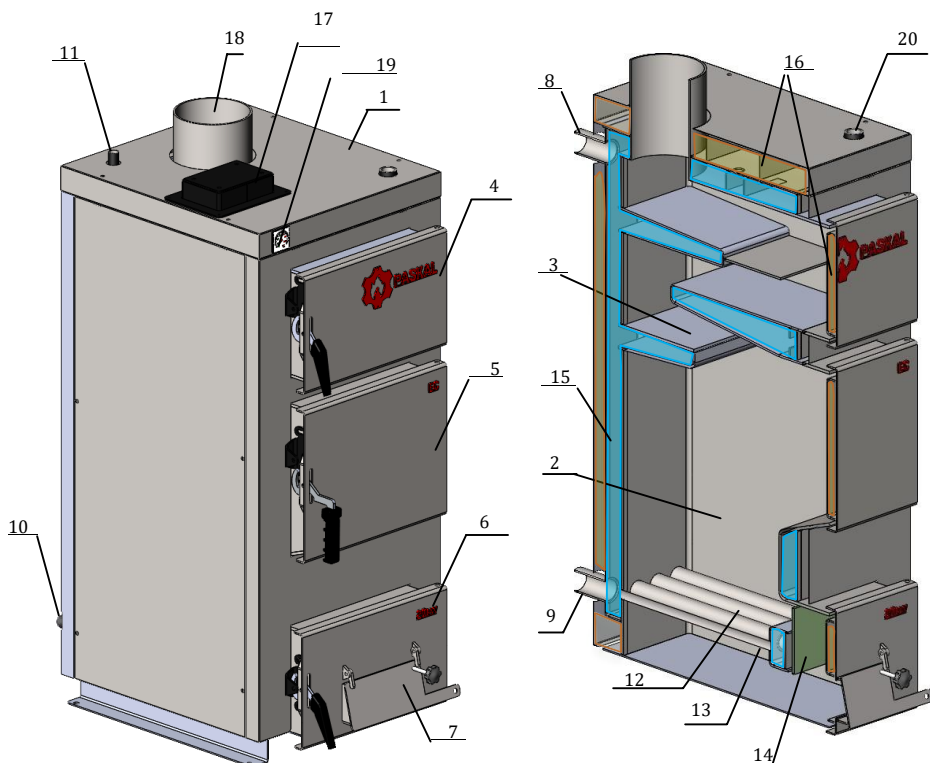

Рисунок 2 – Зовнішній вигляд та основні елементи котла ЕС (ECO)
Конструктивно котел являє собою збірно-зварену конструкцію, що складається з корпусу (поз. 1, рис. 2) з камерою згоряння (топкою) (поз. 2, рис. 2). Конвекційна частина котла складається з трьохходового теплообмінника (поз. 3, рис. 2), який розташований безпосередньо над топкою.
Корпус котла виконаний в формі паралелепіпеду з подвійними стінками, які розділені водними перегородками (поз. 15, рис. 2). На зовнішній поверхні корпусу під декоративною обшивкою та всередині двірцят закріплена теплова ізоляція. (поз. 16, рис. 2). Теплоізоляція в двірцятах виконана з керамоволокна, що використовується при футеруванні промислових термічних печей та має дуже низький показник теплопровідності.
Паливо для процесу спалення завантажується на колосникові грати (поз. 12, рис. 2) крізь завантажувальні двірцята (поз. 5, рис. 2). Згоряння палива в топці відбувається за участю повітря, яке постачається крізь вікно клапана подачі повітря (поз. 7, рис. 2), що закривається кришкою, під колосникові грати. Кількість повітря, необхідного для процесу згоряння, регулюється за допомогою механічного регулятора (не входить в комплект поставки). Також можливо під'єднання вентилятора до фланця (поз. 17, рис. 2). У такому випадку подача повітря для горіння буде відбуватись через внутрішні канали до повітряних форсунок, розташованих під колосниками (поз. 13, рис. 2)
Підведення і відведення теплоносія здійснюється відповідно через патрубки зворотної мережної води (поз. 9, рис. 2) і прямої мережної води (поз. 8, рис. 2).
Топочні гази виходять у димохід крізь боров (поз. 18, рис. 2), розташований у верхній частині котла.
У верхній частині корпусу котла розташований штуцер для встановлення запобіжного клапана котла (поз. 11, рис. 2). Запобіжний клапан не входить у комплект поставки.
Ревізійний двірцята (поз. 6, рис. 2), що розташовані на передній стінці котла, необхідні для періодичного чищення колосникових грат, а також для можливості спорожнення підколосникової зони.
Для можливості періодичного обслуговування (чищення) теплообмінника передбачені двірцята поз. 4 (рис. 2).
Приєднання котла до опалювальної системи необхідно здійснювати за допомогою фланців. Трубопровід прямої мережної води потрібно приєднати до патрубку прямої мережної води (поз. 8, рис. 2). Трубопровід зворотної мережної води потрібно приєднати до патрубку зворотної мережної води (поз. 9, рис. 2).
8.6.1 Провести завантажування палива в топку котла. Для цього відкрити завантажувальні дверцята (поз. 5, рис. 2) та укласти на колосникові ґрати (поз. 12, рис. 2) шар палива до меж нижньої кромки завантажувальних дверцят. На укладений шар палива розмістити розпалювальний матеріал: папір, тріски, дрова (у переліченій послідовності).
Для забезпечення герметичності дверцят поз. 4-7 (рис. 2) необхідно кожні два тижні змащувати ущільнюючі шнури дверцят графітним мастилом.
Перед повторним завантаження палива необхідно відкрити ревізійні дверцята поз. 6 (рис. 2), відкрити відбивач поз 16 (рис.2), та провести чистку колосникових ґрат за допомогою скребка. Закрити відбивач та дверцята поз. 6 (рис. 2). Потім відкрити завантажувальні дверцята та завантажити необхідну кількість палива. Повторити процедуру розпалювання (див. п. 8.6).
Конвекційні канали рекомендується чистити від золи та осаду кожні 3-7 днів (в залежності від використовуваного палива). Чистка конвекційних каналів повинна проводитись при **не працюючому котлі** крізь дверцята поз. 4 (рис. 2) за допомогою щітки та скребка.
Видалення золи з-під колосникових ґрат (поз. 14, рис. 2) необхідно виконувати не рідше одного разу в 3-5 днів.
Камеру згоряння необхідно очищати від смоли та відкладень не рідше одного разу на місяць крізь дверцята поз. 5 (рис. 2) за допомогою скребка.
Очищення колосникових ґрат (поз. 12, рис. 2) необхідно проводити по мірі їх забивання сажею та продуктами неповного згоряння палива. Для чистки колосникових ґрат необхідно відкрити дверцята поз. 5 (рис. 2) та провести чистку за допомогою скребка. Після чого, зачинити заслінку та дверцята. Таке чищення рекомендується здійснювати кожен раз, як закінчиться паливо в топці.